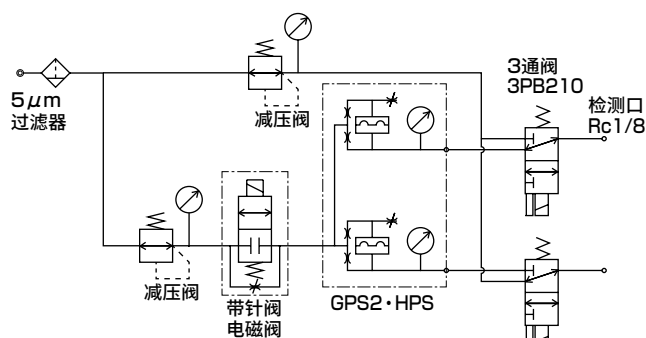
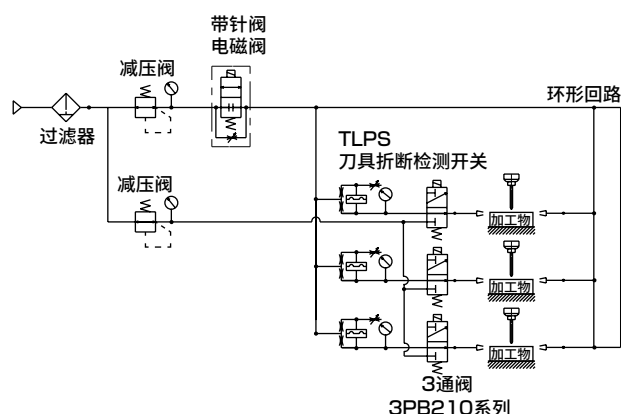

图3 兼具检测和吹气功能的回路
图4 带多个使用的吹气
■ 切屑、研磨渣等可能会堵塞喷嘴。即使为了吹气而提高供给压力，效果也无法预期。请按下图(GPS2・HPS：图3、TLPS：图4)所示，在受压喷嘴侧安装3通阀。3通阀请使用 $\phi 2.5$ 以上的通径。
- 请使用内径 $\phi 4$ 、外径 $\phi 6$ 的配管。此外，使用3、4、5连时，请注意确保各喷嘴的喷射量尽可能均等。分支方法请按图4所示，本配管选择外径 $\phi 8$ 、内径 $\phi 6$ ，形成环形回路。